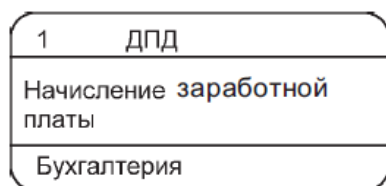

Рис. 1.2. Изображение процесса на диаграммах
2. Назначение *процесса* состоит в продуцировании выходных потоков из входных в соответствии с действием, задаваемым именем процесса. Это имя должно содержать глагол в неопределенной форме с последующим дополнением (например, *ВЫЧИСЛИТЬ МАКСИМАЛЬНУЮ ВЫСОТУ*) или отглагольное существительное (*ВЫЧИСЛЕНИЕ МАКСИМАЛЬНОЙ ВЫСОТЫ*). Кроме того, каждый процесс должен иметь уникальный номер для ссылок на него внутри диаграммы. Этот номер может использоваться совместно с номером диаграммы для получения уникального индекса процесса во всей модели. Процессы обозначаются на диаграмме, как показано на рис. 1.2; символ процесса включает три разделенных горизонтальными чертами поля: